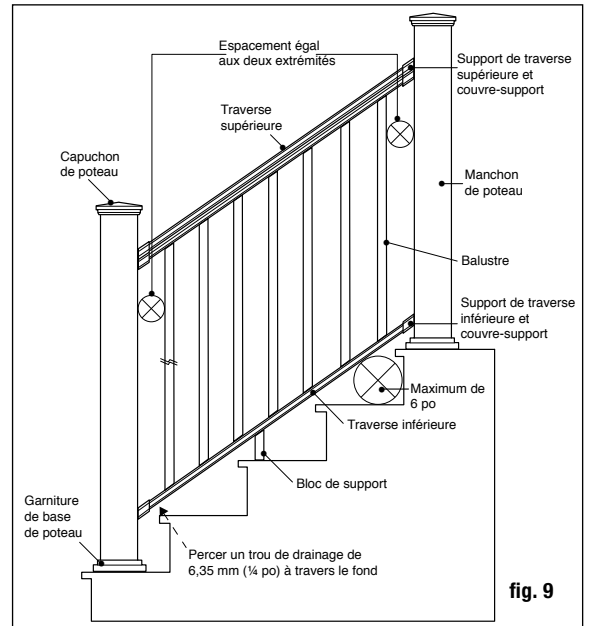
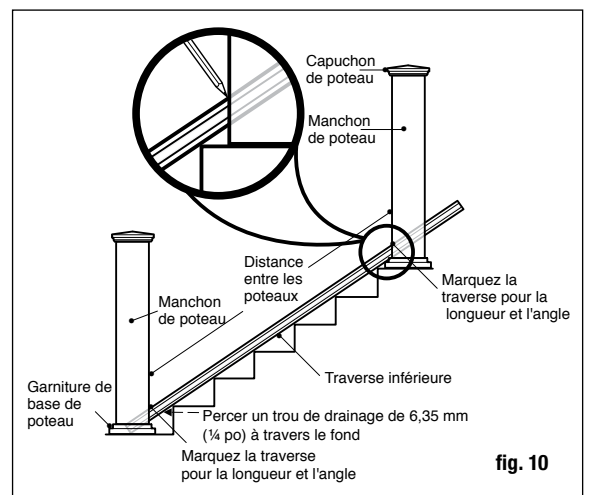

fig. 9
fig. 10
Étape 6 Mesurez la distance entre les manchons de poteaux installés pour déterminer la longueur des traverses du haut et du bas. Placez la traverse inférieure sur les girons, près des poteaux et ajustez afin que la distance entre le premier trou de balustre et le poteau soit plus élevée qu'au moins 7 cm (2-3/4 po), puis égale aux deux extrémités (fig. 9). Marquez la traverse à la bonne longueur et angle. Coupez la traverse du bas. Coupez la traverse du haut à la même longueur et le même angle (fig. 10). **Percer un trou de drainage de 6,35 mm (1/4 po) à travers le fond de la traverse pour éviter que l'eau ne soit coincée. Placer le trou vers l'extrémité inférieure de la traverse, à environ 38,1 mm (1,5 po) de l'extrémité de la traverse pour éviter le support inférieur.**
Étape 7 Placez les bons couvre-supports et support de traverse aux extrémités de la traverse supérieure. Portez une attention particulière aux supports utilisés, sachant qu'ils ont des angles différents entre les traverses du haut et du bas. Marquez la position sur le bloc de support et joindre à la rampe inférieure. Placez la traverse inférieure entre les poteaux des girons de l'escalier (fig. 10). Vous pourriez devoir placer des cales entre deux nez de marche afin de surélever la traverse du bas. Vérifiez les exigences dans votre région. Généralement, une sphère de 15 cm (6 po) ne peut pas passer par le triangle formé par la traverse du bas, le giron et la contremarche (fig. 9). Centrez le support d'escalier sur le poteau. En utilisant le support d'escalier comme guide, marquez la position des vis sur le manchon de poteau et sur les deux extrémités de la traverse. Percez des trous de guidage de 1/8 po dans le manchon de poteau et la traverse. Fixez le support d'escalier au manchon de poteau grâce à des vis à tête plane n° 8-15 x 2 po - n° 2, puis fixez le support d'escalier à la traverse en utilisant des vis à minces à têtes carrées autotaraudeuses n° 8-16 x 3/4 po - n° 1.